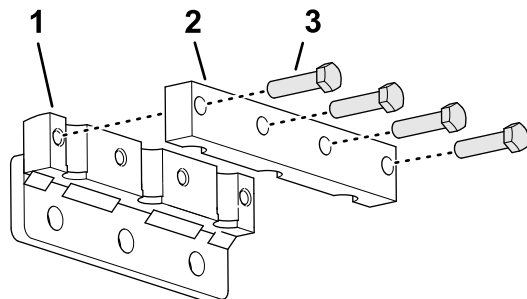

図 40
1. タインホルダーにタインクランプを仮止めする 図 40 ボルト $\frac{3}{8}$ x $1\frac{1}{2}$ " 4 本を使用する。この時点ではまた本締めしないこと。